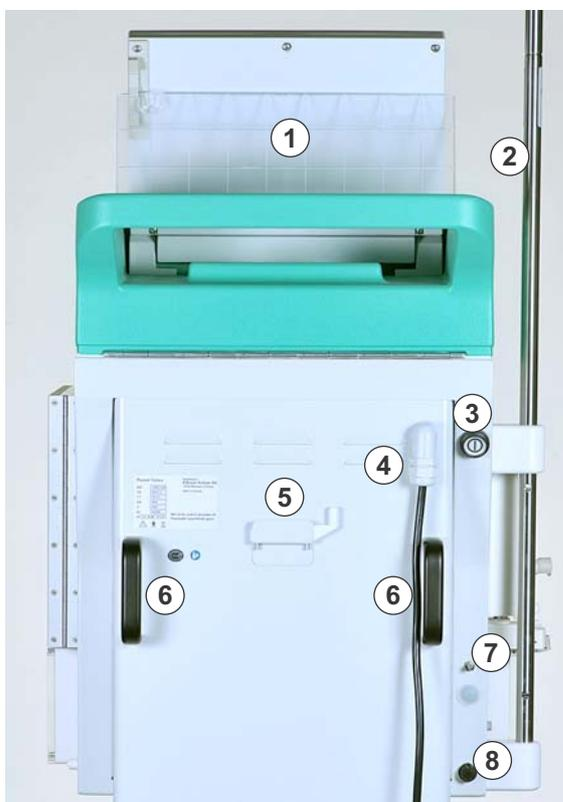

Fig. 2-7 Vista posteriore
L'interruttore principale è posizionato in alto a destra sul retro dell'apparecchiatura (vedere Fig. 2-7 Vista posteriore (31)). Funge da interruttore per collegare e scollegare l'apparecchiatura dall'alimentazione di rete.